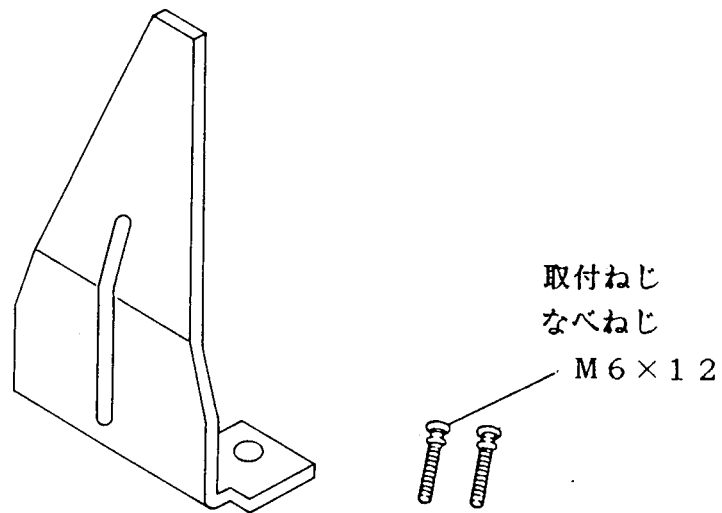

図3 9. 放電極アークシュート
3) 放電極アークシュート (SHEET NO. 47 図3 6 ⑧参照)